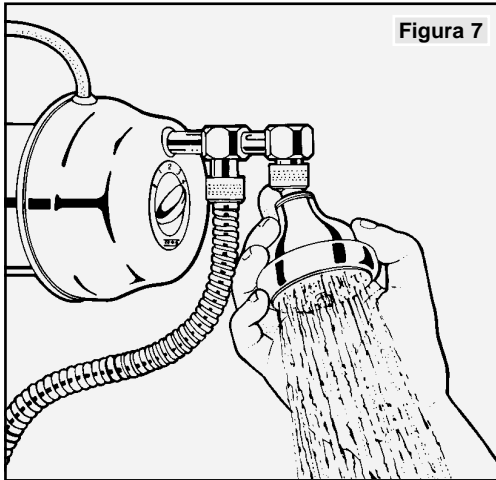

Figura 7
- 3 - Direcione o jato do crivo (D) com o ângulo que mais lhe agrada (Figura 7).
- 2 - Direcione o jato do crivo (D) com o ângulo que mais lhe agrada (Figura 7).